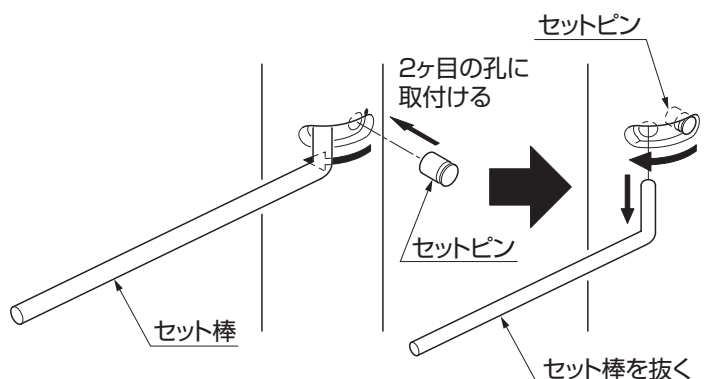

図6-9
- ① 門扉を閉じて、「6-3」の要領で初期値を探してください。
- ② 0ヶ目のセット孔が見つかったら、さらに巻き込み装置を少し回し、2ヶ目のセット孔にセットピンを取付けてください。(図6-9参照)